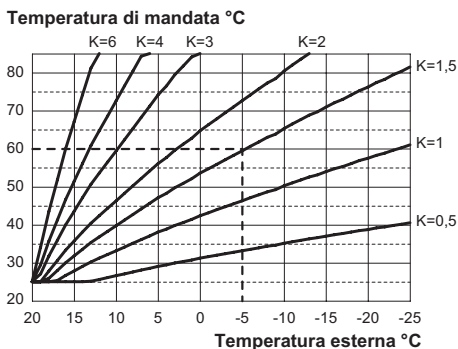

Figura 5.42
Se alla caldaia **È COLLEGATO** il comando remoto (opzionale) riferirsi alla Figura 5.42.
Quando si installa la sonda esterna bisogna impostare questo parametro in base al rendimento dell'impianto di riscaldamento per ottimizzare la temperatura di mandata (Figura 5.42).
Es. Per avere una temperatura di mandata all'impianto di riscaldamento di 60°C con una esterna di -5°C si deve settare un K di 1,5 (linea tratteggiata in Figura 5.42).
- Utilizzando i tasti 16 o 17 è possibile modificare il valore del parametro 15 da un minimo di **01** ad un massimo di **60** in base alla curva scelta del coefficiente K in Figura 5.42 (il valore letto sul display corrisponde a valori decimali di coefficienti K).